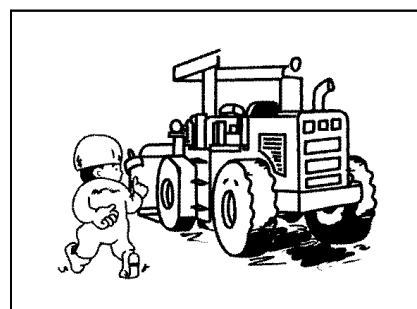

Рис. 2-5
- Вокруг рабочей площадки следует соблюсти чистоту, аккуратность, кругом нет масляной материи, смазки (мастика) и т.д., избегая пожара и упада персонала. (Рис.2-5)